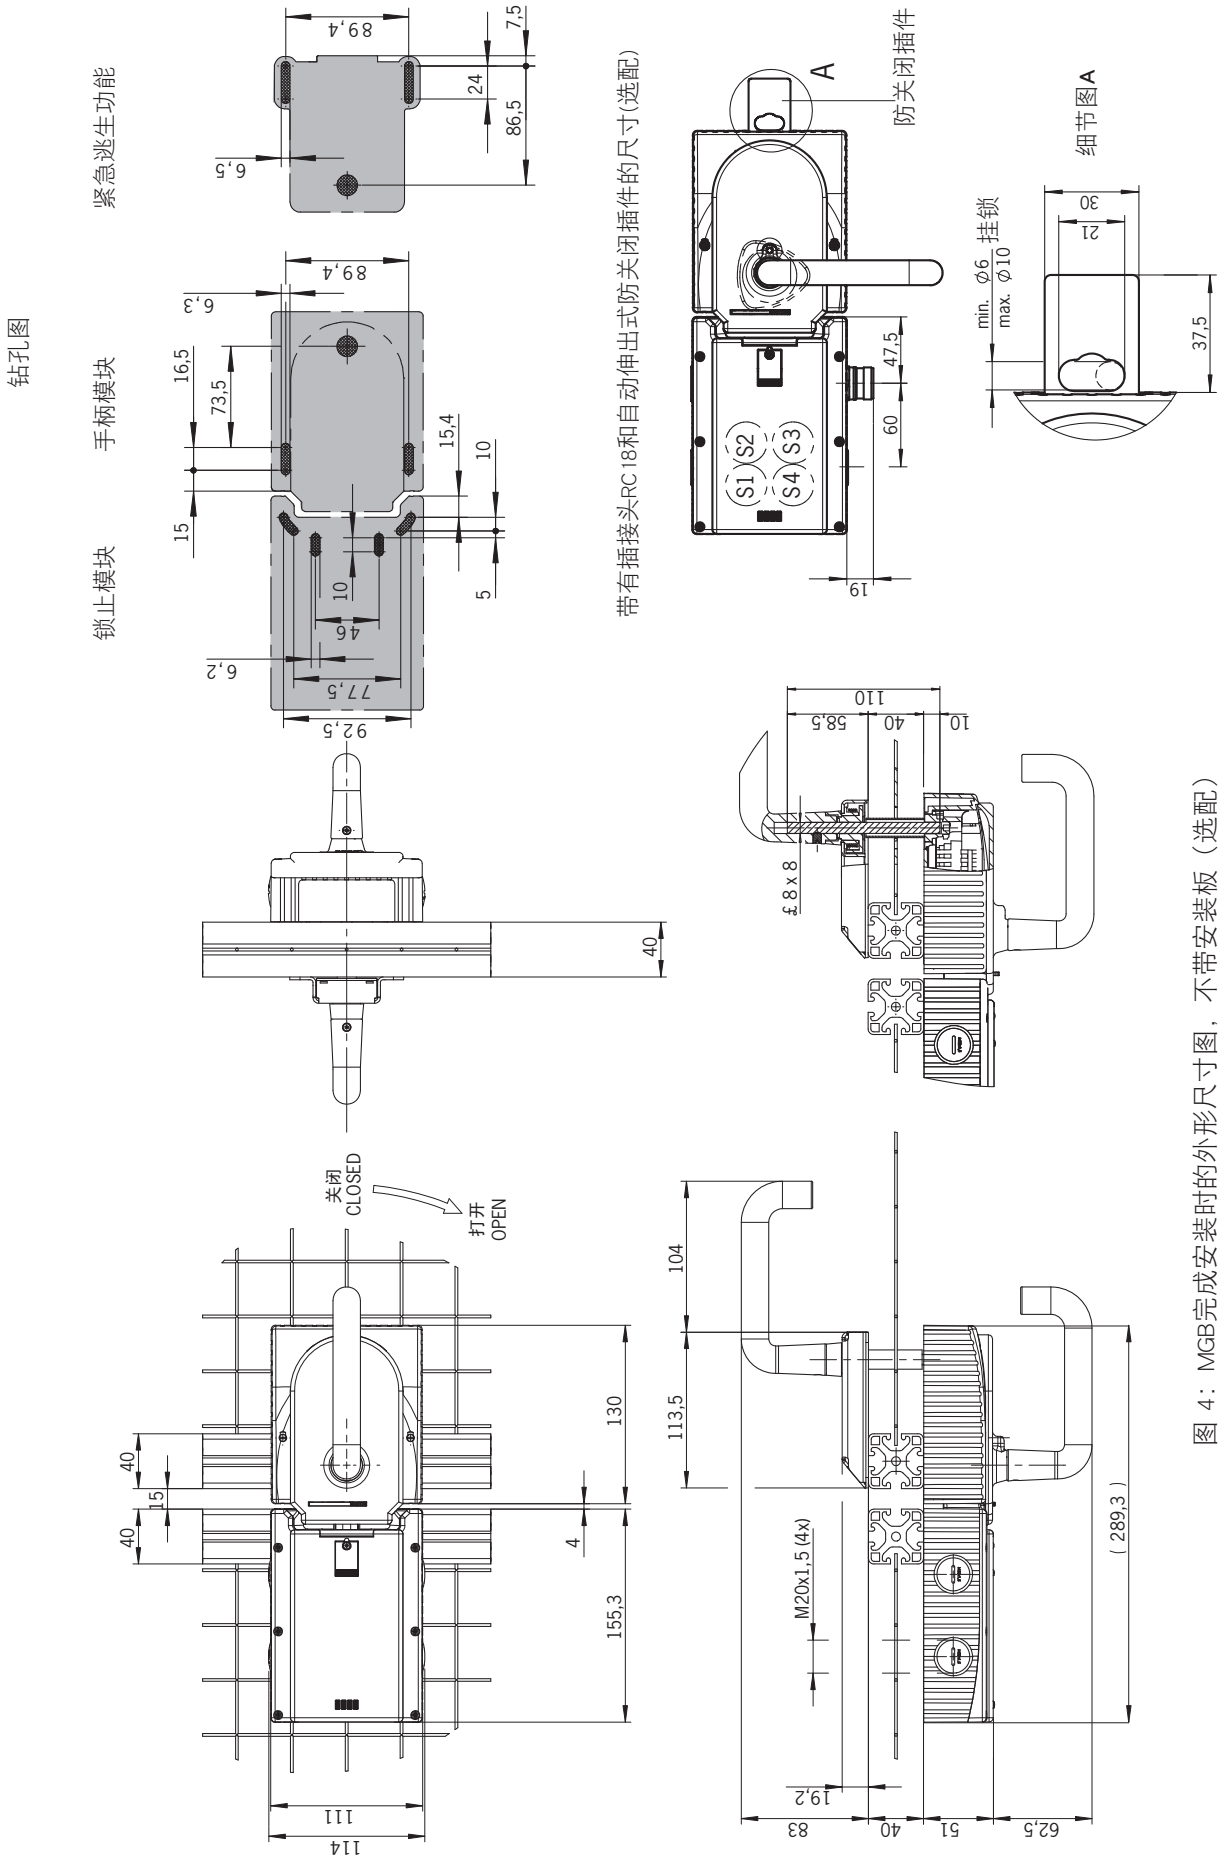
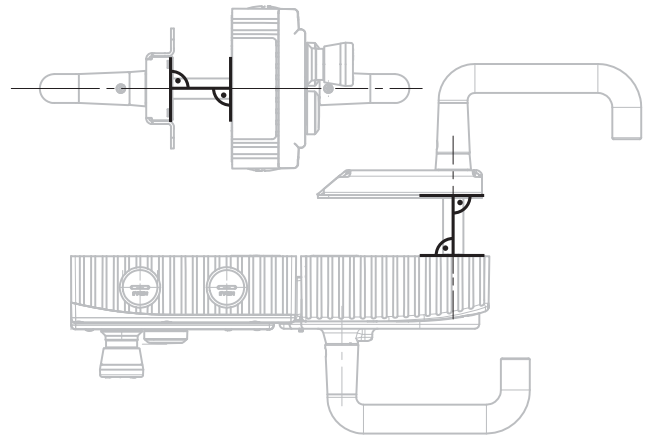

图 4: MGB完成安装时的外形尺寸图, 不带安装板 (选配)
图 8：右旋门安装示例（示意图）
- ▶ 校准紧急逃生解锁装置的轴，使其与手柄模块呈直角。参见图4和图8。
安装步骤参见图8以及图9至14。